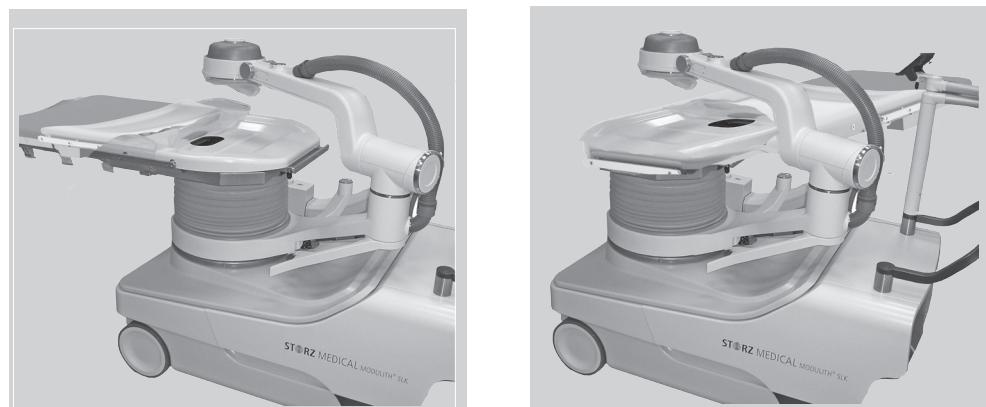

Figura 9-12 Rotação da mesa da posição de transporte (esquerda) para a posição de funcionamento (direita)
- Rode manualmente a mesa de tratamento 90° no sentido dos ponteiros do relógio, à volta da extremidade da cabeceira (Figura 9-12)